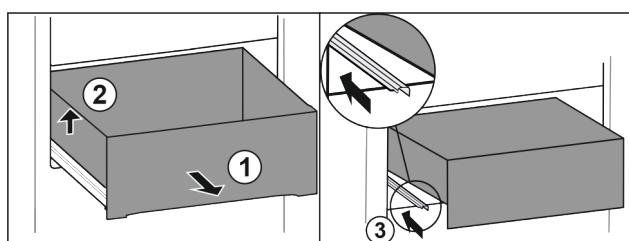

Fig. 77
- Vytiahnite zásuvku až na doraz. Fig. 77 (1)
- Nadvhignite zásuvku dočava. Fig. 77 (2)
- Zasuňte ľavú koľajničku. Fig. 77 (3)